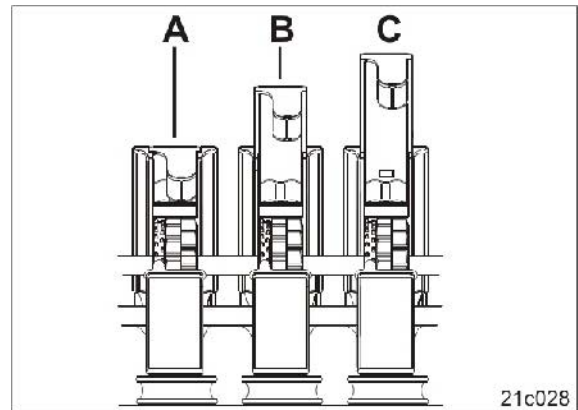

図 111
2. ゲートバルブ (図 111) は表をもとに
ゲートバルブ (図 111) は次の 3